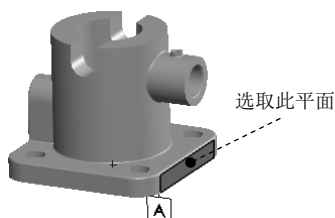

图 6.8.5 形位公差放置面
(1) 选择命令。选择下拉菜单 **插入(I)** → **注解(N)** → **形位公差(T)...** 命令，系统弹出“形位公差”对话框和“属性”对话框。
(2) 定义形位公差。在“属性”对话框中单击 **符号** 区域的 按钮，在下拉列表中选择“垂直”选项 ，在 **公差1** 文本框中输入公差值为 0.02，在 **主要** 文本框中输入基准“A”。
(3) 放置形位公差符号。选取图 6.8.5 所示的零件模型表面，放置形位公差，如图